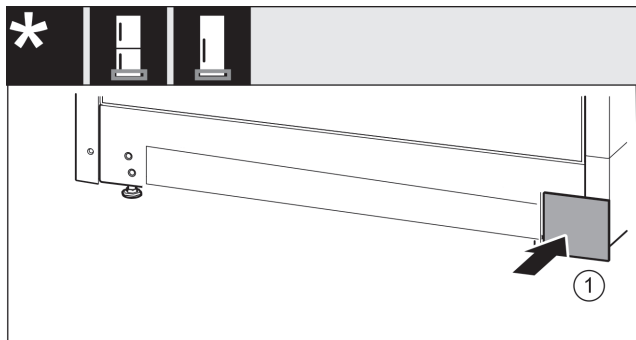

Fig. 16
- Kryt Fig. 16 (1) opět nasadíte na druhé straně.